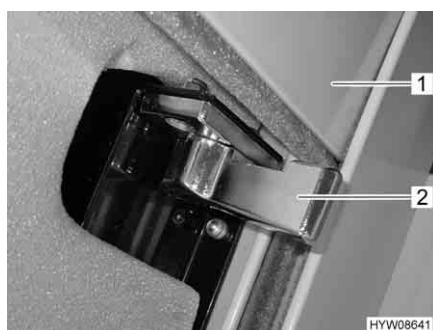

Fig. 20 Chiusura di sicurezza oscurante a rullo
- Premere e tenere premuto il pulsante basculante (Fig. 18,1 o Fig. 19,1) finché l'oscurante a rullo (Fig. 20,1) ha raggiunto la posizione più alta.
- Sui entrambi i lati, ruotare spingendo indietro (Fig. 20) la chiusura di sicurezza (Fig. 20,2).